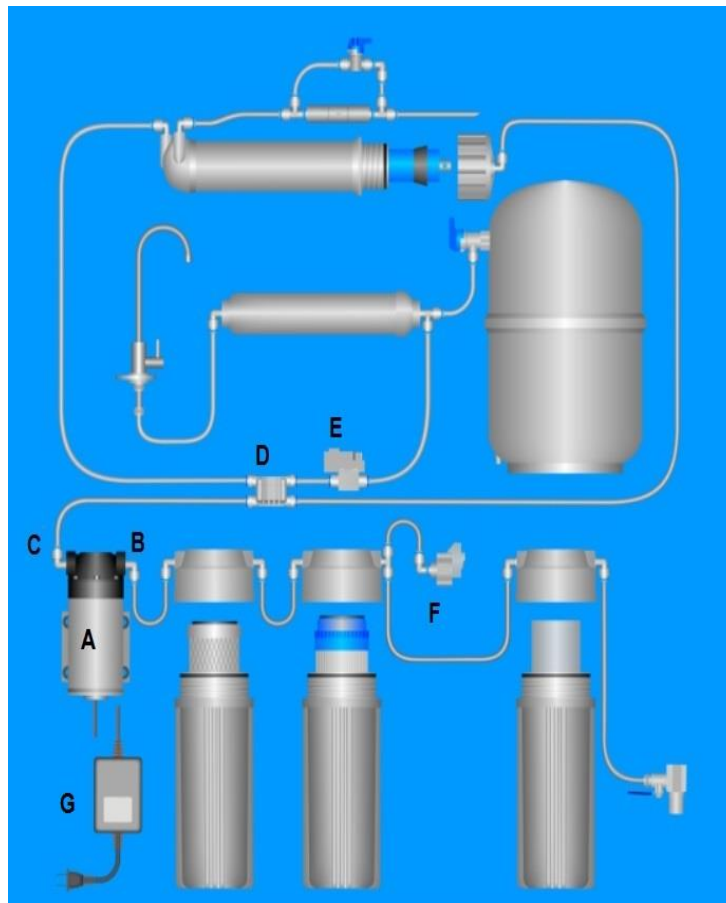

Abbildung 1
2. Bitte beachten Sie die Abb. 1 und 2 für die Verbindung mit dem Hochdruckschalter **(E)**, Niederdruckschalter **(F)**, Magnetventil oder Vierwegeventil **(D)**, Transformator **(G)** usw.